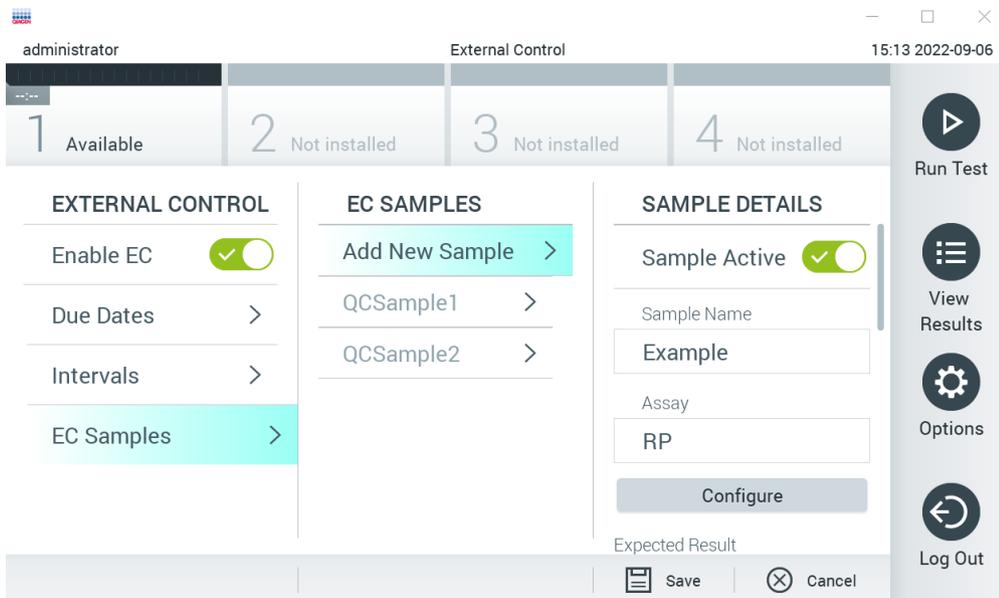
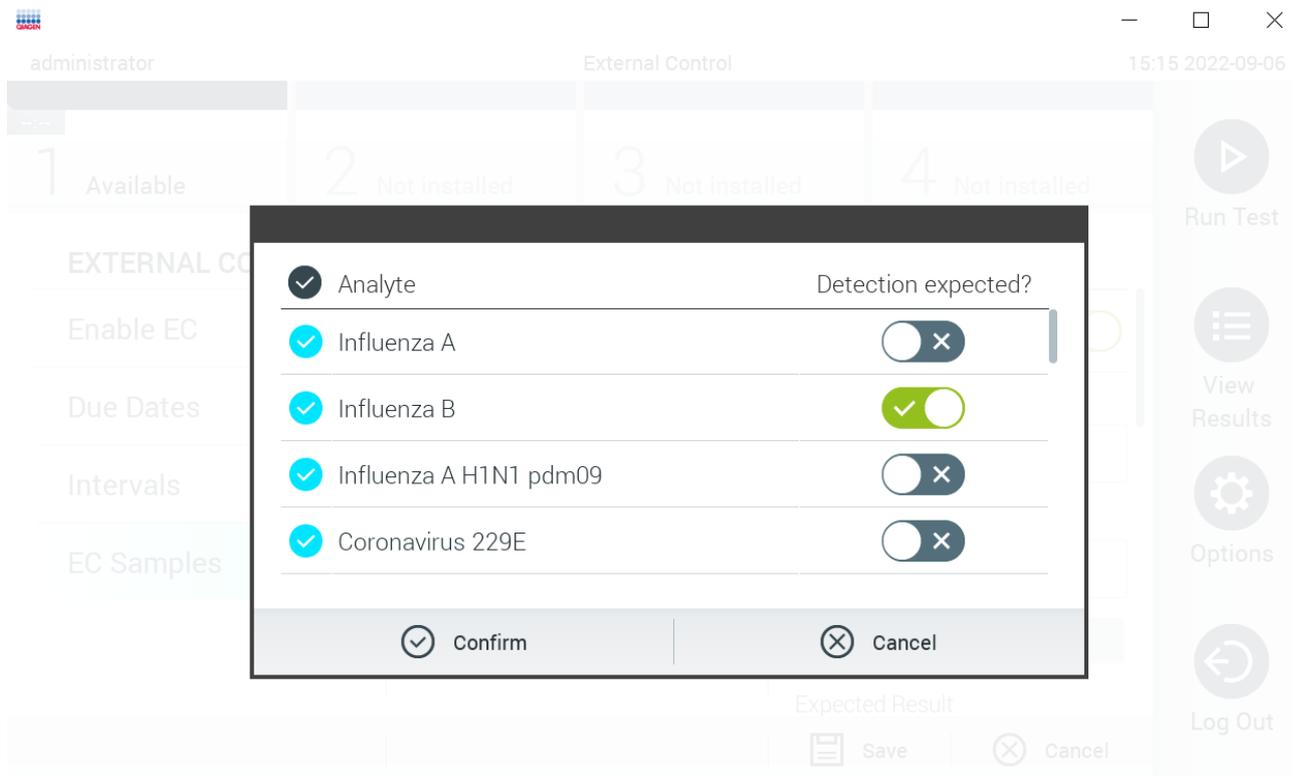

Figura 53. Tela EC Samples (Amostras de CE) de External Control (Controle externo).
Figura 54. Tela de configuração External Control EC Sample (Amostra de CE de controle externo).
5. Selecione **EC Samples** (Amostras de CE) para adicionar ou editar amostras usadas em um teste de External Control (Controle externo). Para adicionar uma nova amostra de EC (CE), pressione **Add new Sample** (Adicionar nova amostra) e, em seguida, continue a configuração na coluna direita (Figura 53). Para editar uma amostra de EC (CE), selecione uma da coluna do meio e continue a configuração na coluna direita.
6. Selecione Configure (Configurar) para editar os analitos no teste de External Control (Controle externo) (Figura 53). Na configuração External Control EC Sample (Amostra de CE de controle externo), é possível determinar se um analito é considerado para uma execução de External Control EC (Controle Externo CE) e se uma detecção é esperada (Figura 54).